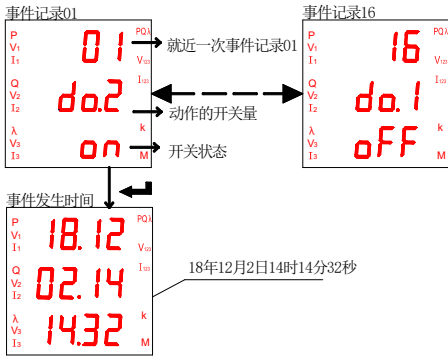

图 18
5.2.2 查看 PZ72/80/96 的事件记录的步骤如图 18 所示